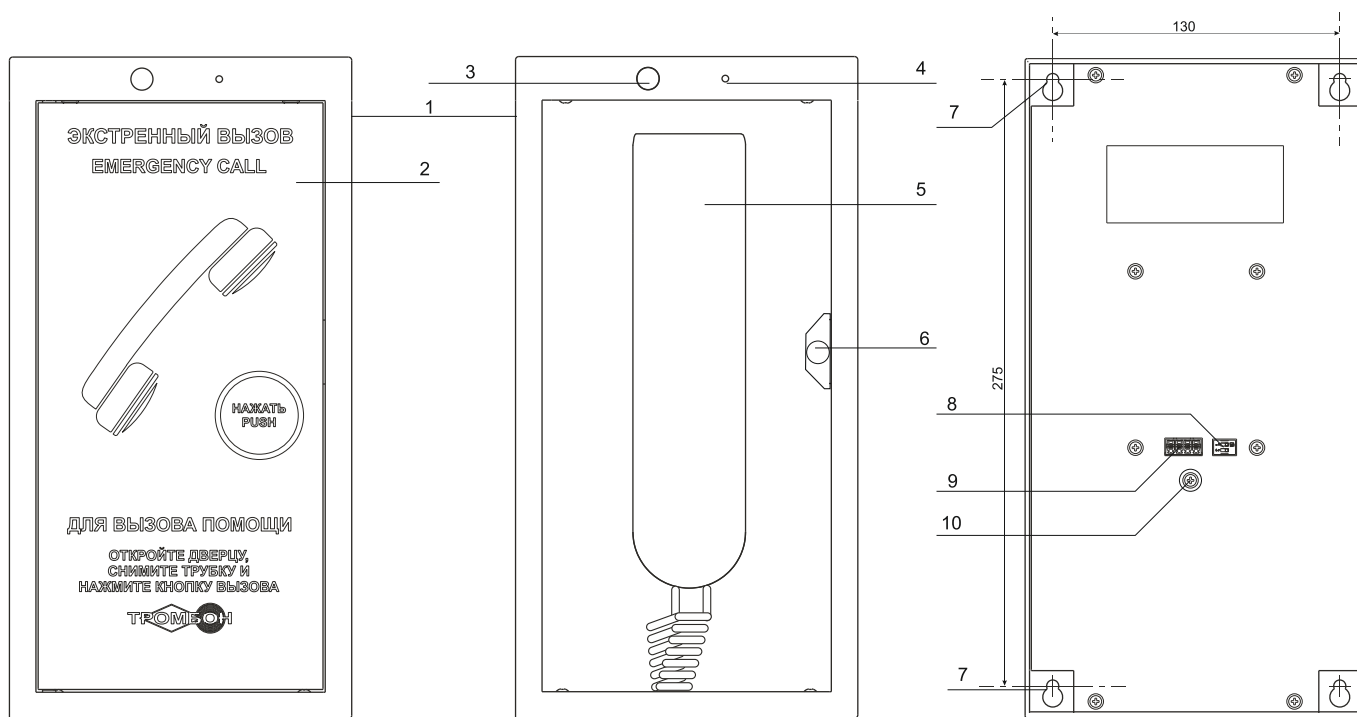

Рисунок 1. Внешний вид ABY, ABY с открытой дверцей и вид на заднюю стенку ABY.
АБУ имеет 4-х контактный разъем рис. 1. поз. 9, предназначенный для подключения 4-х проводной линии связи с ЛБС и другими вызывными устройствами. По одной паре проводов на АБУ подается питание от ЛБС, вторая пара - интерфейс RS485. ВНИМАНИЕ! Будьте осторожны при подключении АБУ. При не правильном подключении, в следствие большого напряжения питания, АБУ может выйти из строя.
Разъем для подключения АБУ расположен на задней панели (рис. 1. Поз. 9). Нумерация контактов разъема слева направо. Назначение контактов разъема:
3). Подключите к разъему на задней панели АБУ (рис. 1. Поз. 9.) линию связи с ЛБС и следующими в линии абонентскими устройствами. АБУ подключаются к линии связи с ЛБС последовательно, соединений типа «звезда» не допускается.
4). Включите согласующие резисторы у последних АБУ в каждой линии. Включение резистора выполняется переключателем рис. 1, поз. 8. ВНИМАНИЕ! Согласующий резистор должен быть обязательно включен только у одного последнего АБУ в каждой линии!
5). Подключите экранирующую оплетку линий связи от ЛБС и следующего в линии АБУ к винту рис. 1 поз. 10.
При изменении конфигурации системы или установке в систему ранее использованного АБУ, необходимо выполнить смену его адреса на заводской (по умолчанию). Только после этого возможно запрограммировать это АБУ в систему. Для смены адреса на заводской необходимо включить нижний переключатель на задней стенке АБУ рис. 1 поз. 8, после этого подать питание на АБУ. Адрес АБУ будет заменен на заводской. После этого необходимо выключить переключатель и запрограммировать АБУ в систему.